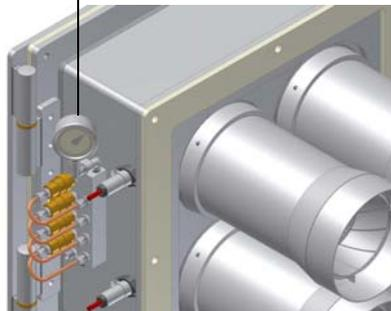

Рис. 20
- 10 Давление питания форсунки уже отрегулировано заранее на заводе-изготовителе и не должно изменяться. Только в случае необходимости, отрегулировать давление питания (см. таблицу на стр 13) следующим образом: установить манометр в положение, указанное на Рис. 20, воздействовать на регулировочный винт **VR** насоса (см. Рис. 19) ;